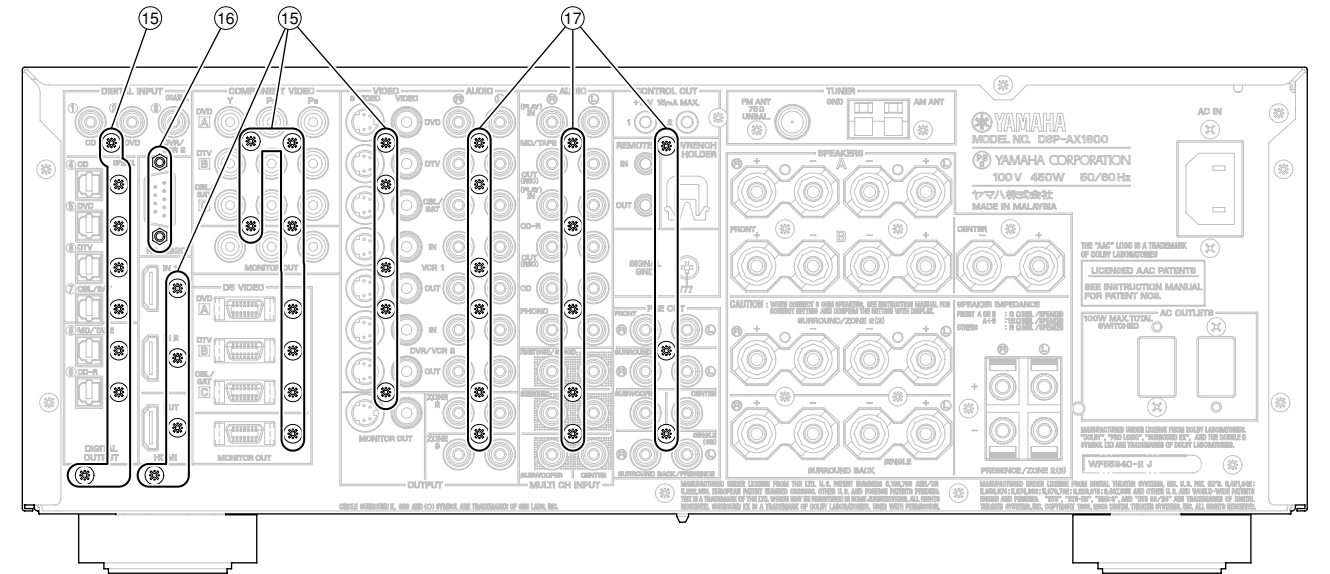

Fig. 5
- c. Remove 21 screws (15) and 2 jack screws (16). (Fig. 5)
- c. ⑮のネジ25本、⑯のジャックスクリュー2本を外します。(Fig. 5)
6. Removal of INPUT (1) ~ (4) P.C.B.s
- a. Remove 14 screws (17). (Fig. 5)
- a. ⑰のネジ14本を外します。(Fig. 5)